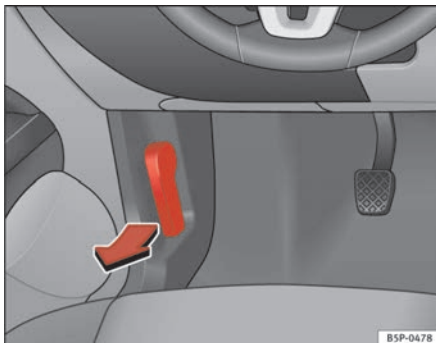

Abb. 153 Ausschnitt aus dem Fußraum auf der Fahrerseite: Entriegelungshebel für die Motorraumklappe
- Ziehen Sie den Hebel unter der Instrumententafel ⇒ Abb. 153 in Pfeilrichtung. Die Motorraumklappe wird durch Federwirkung entriegelt ⇒ ⚠.